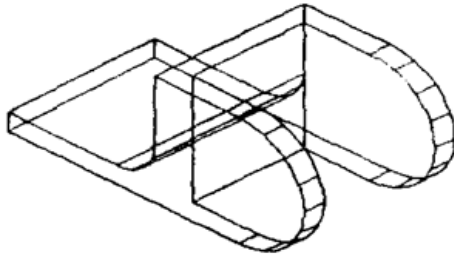

Рис.3 Выдавленная
- 8) При помощи команды «Вычитание» вычтите «Ящик» из выдавленного объекта (рис.3).